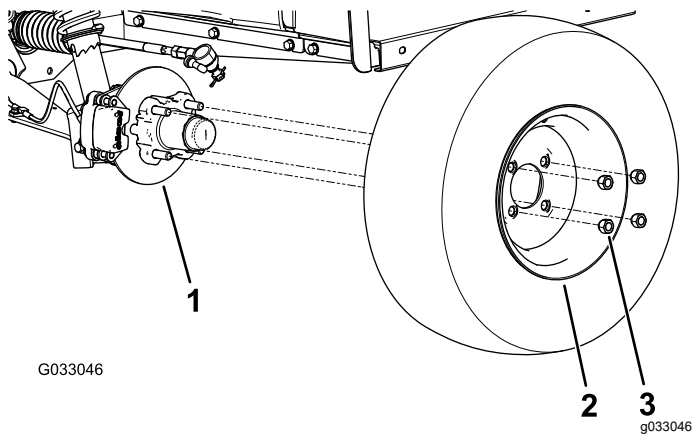

Figure 28
2. Retirez les 4 écrous qui fixent la roue sur le moyeu (Figure 28).
4. Alignez les trous de la roue et les goujons du moyeu, puis montez la roue sur le moyeu en plaçant la valve à l'extérieur (Figure 28).
5. Fixez la roue au moyeu avec les écrous de roue (Figure 28).